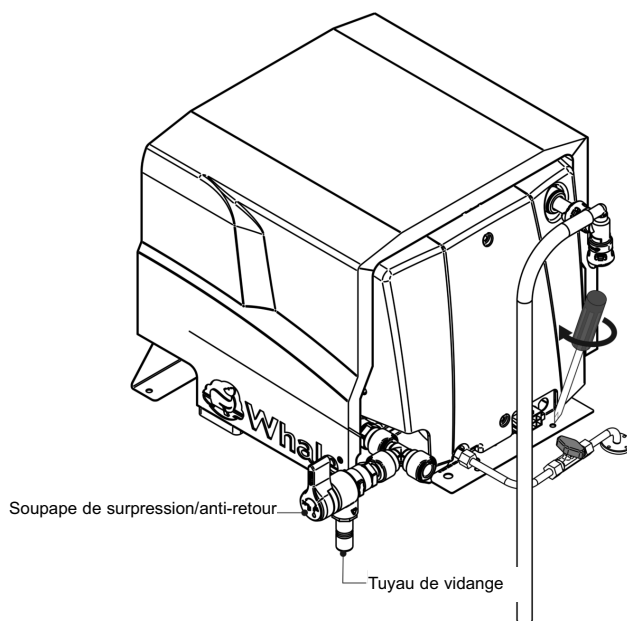

Fig. 16 Branchement au gaz
Étape 8 Raccord à l'alimentation en gaz (Voir Fig. 16)